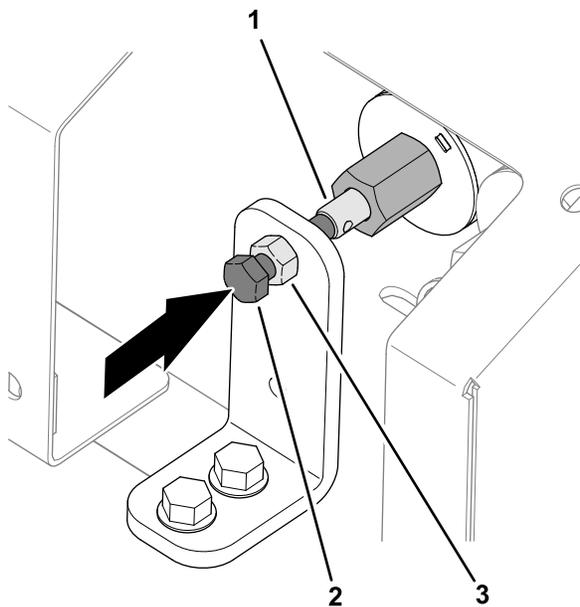

图 35
1. 松开手动超控支架上的锁紧螺母图 35。
2. 顺时针旋转用作阀超控装置的六角头螺丝可增大输送带速度图 35。